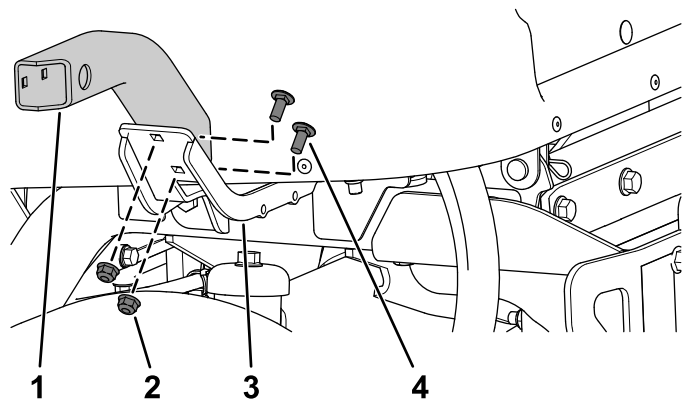

Figura 23
3. Fixai suportul scurt din stânga și suportul scurt sau lung din dreapta pe suportul din stânga și pe suportul din dreapta folosind 4 uruburi de fixare ($\frac{5}{16} \times \frac{3}{4}$ ") și 4 piulițe cu guler ($\frac{5}{16}$ ") așa cum se arată în Figura 23.